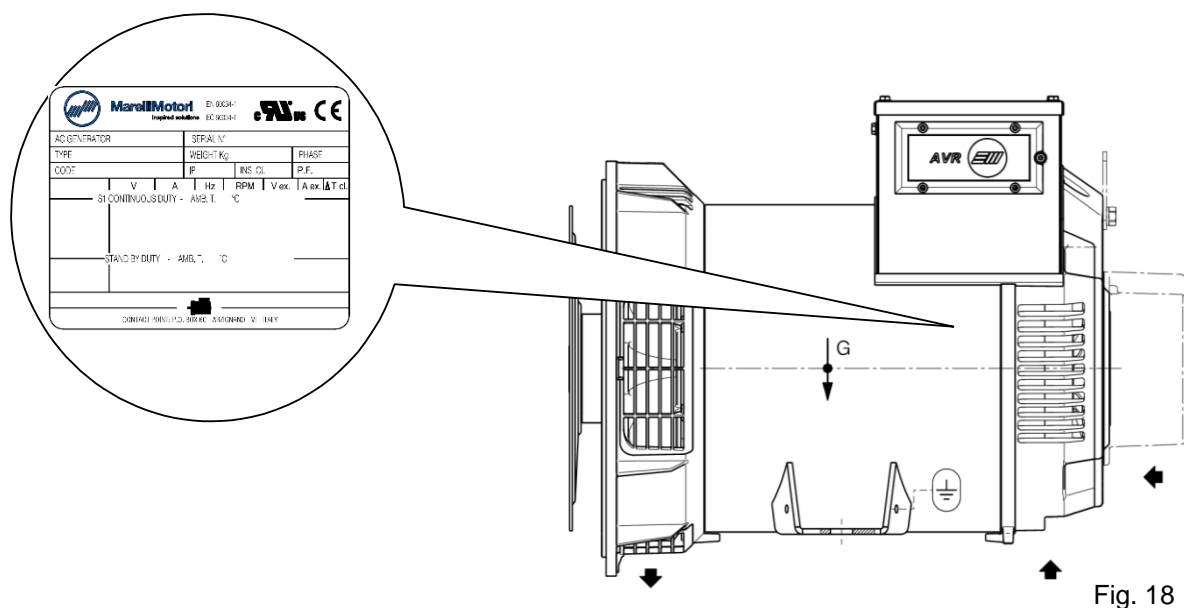

Fig. 18
3. Togliere la parte adesiva dal supporto e applicarla come indicato nella fig. 18 facendo pressione con un rullo di gomma per una migliore aderenza.